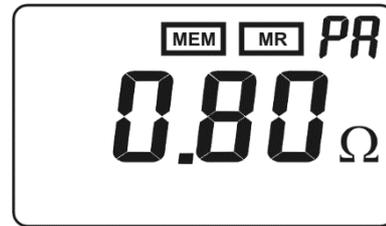

Abb. 36
3. Drücken und halten Sie die Multifunktionstaste “2” für mehr als 2 Sekunden (Funktion **CLEAR LAST**), um das letzte abgespeicherte Datum vom Speicher zu löschen. Der Bildschirm in der Abb. 36 wird zusammen mit der blinkenden Meldung “CLr” erscheinen. Um die Löschung des Datums zu bestätigen, drücken Sie die Multifunktionstaste “2” kurz.